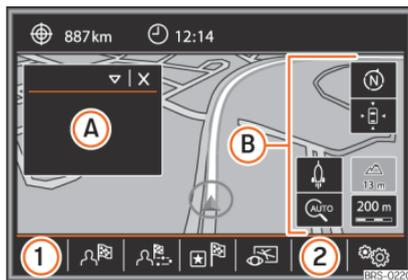

Abb. 213 Hauptmenü Navigation.
**Ansicht** Kartendarstellung ändern oder Zusatzfenster aktivieren oder deaktivieren » **Abb. 213**  » Seite 239.